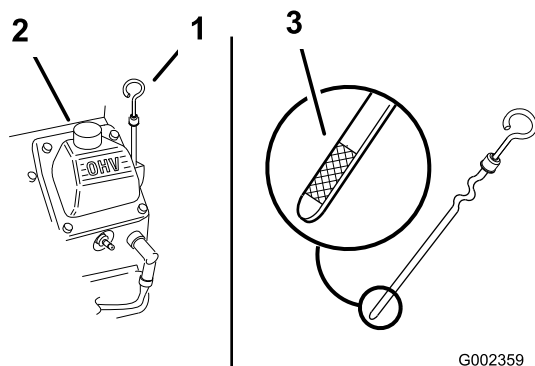

図 149
3. オイルキャップとディップスティック周辺をきれいに拭く **図 149**。